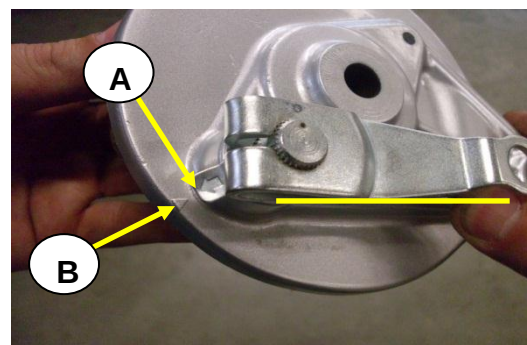
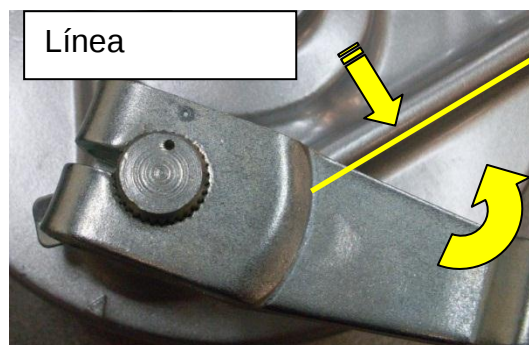

Fig. 4.34
Fig. 4.35
- Garantice que la lamina indicadora de desgaste quede en la poscion adecuada, dicha poscion se alcanza cuando la lamina indicadora [A] queda alineada con la marca en el portabandas [B], **Fig. 4.34** mientras obligamos a la leva a estar alineada con la linea geometrica propia de la forma del portabandas, de esta manera se chequea que el sistema esta bien ensamblado. **Fig. 4.35**